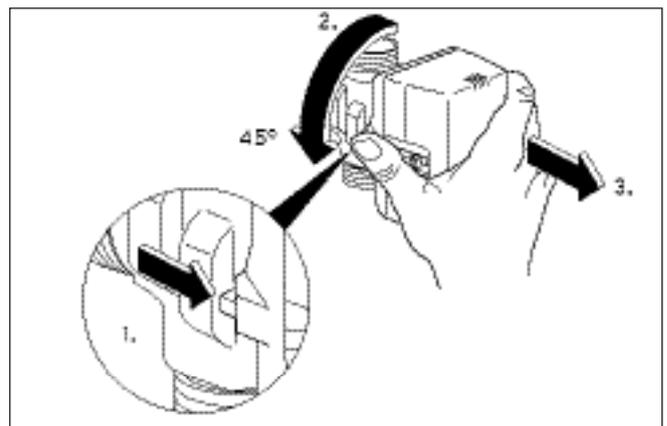

Fig. 5.5 Retrait du carter du moteur du mélangeur d'eau glycolée
- Retirez le carter moteur du corps de soupape du mélangeur d'eau glycolée (cf. fig. 5.5) :